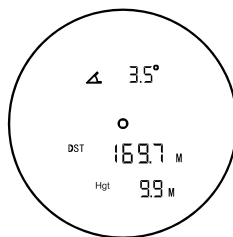

Abbildung 6
Im Höhendistanzmodus können Sie die vertikale Distanz zwischen zwei Punkten messen. Der Winkel, die geradlinige Entfernung zum Ziel und die vertikale Entfernung zwischen zwei Punkten werden angezeigt (Abb. 6). Drücken Sie die Ein/Aus/Messen-Taste (1), um eine einzelne Messung durchzuführen. Halten Sie die Ein/Aus/Messen-Taste (1) für eine kontinuierliche Messung gedrückt.
En este modo de funcionamiento, puede medir la distancia vertical entre dos puntos. Se mostrarán el ángulo, la distancia en línea recta al objeto de medición y la distancia vertical entre dos puntos (Fig. 6). Presione el botón encender/apagar/medir (1) para realizar una medición única. Presione y mantenga presionado el botón encender/apagar/medir (1) para tomar mediciones de forma continua.